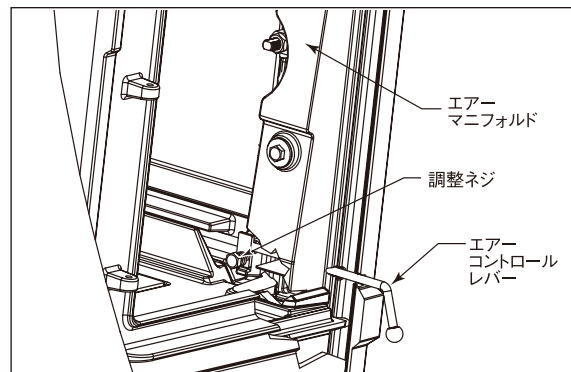

図16 プライマリー・エアークontrolの調整
- 2.サイドドアを開いて、ストーブのフロントパネルの内側をのぞき込んでください。(図16参照)